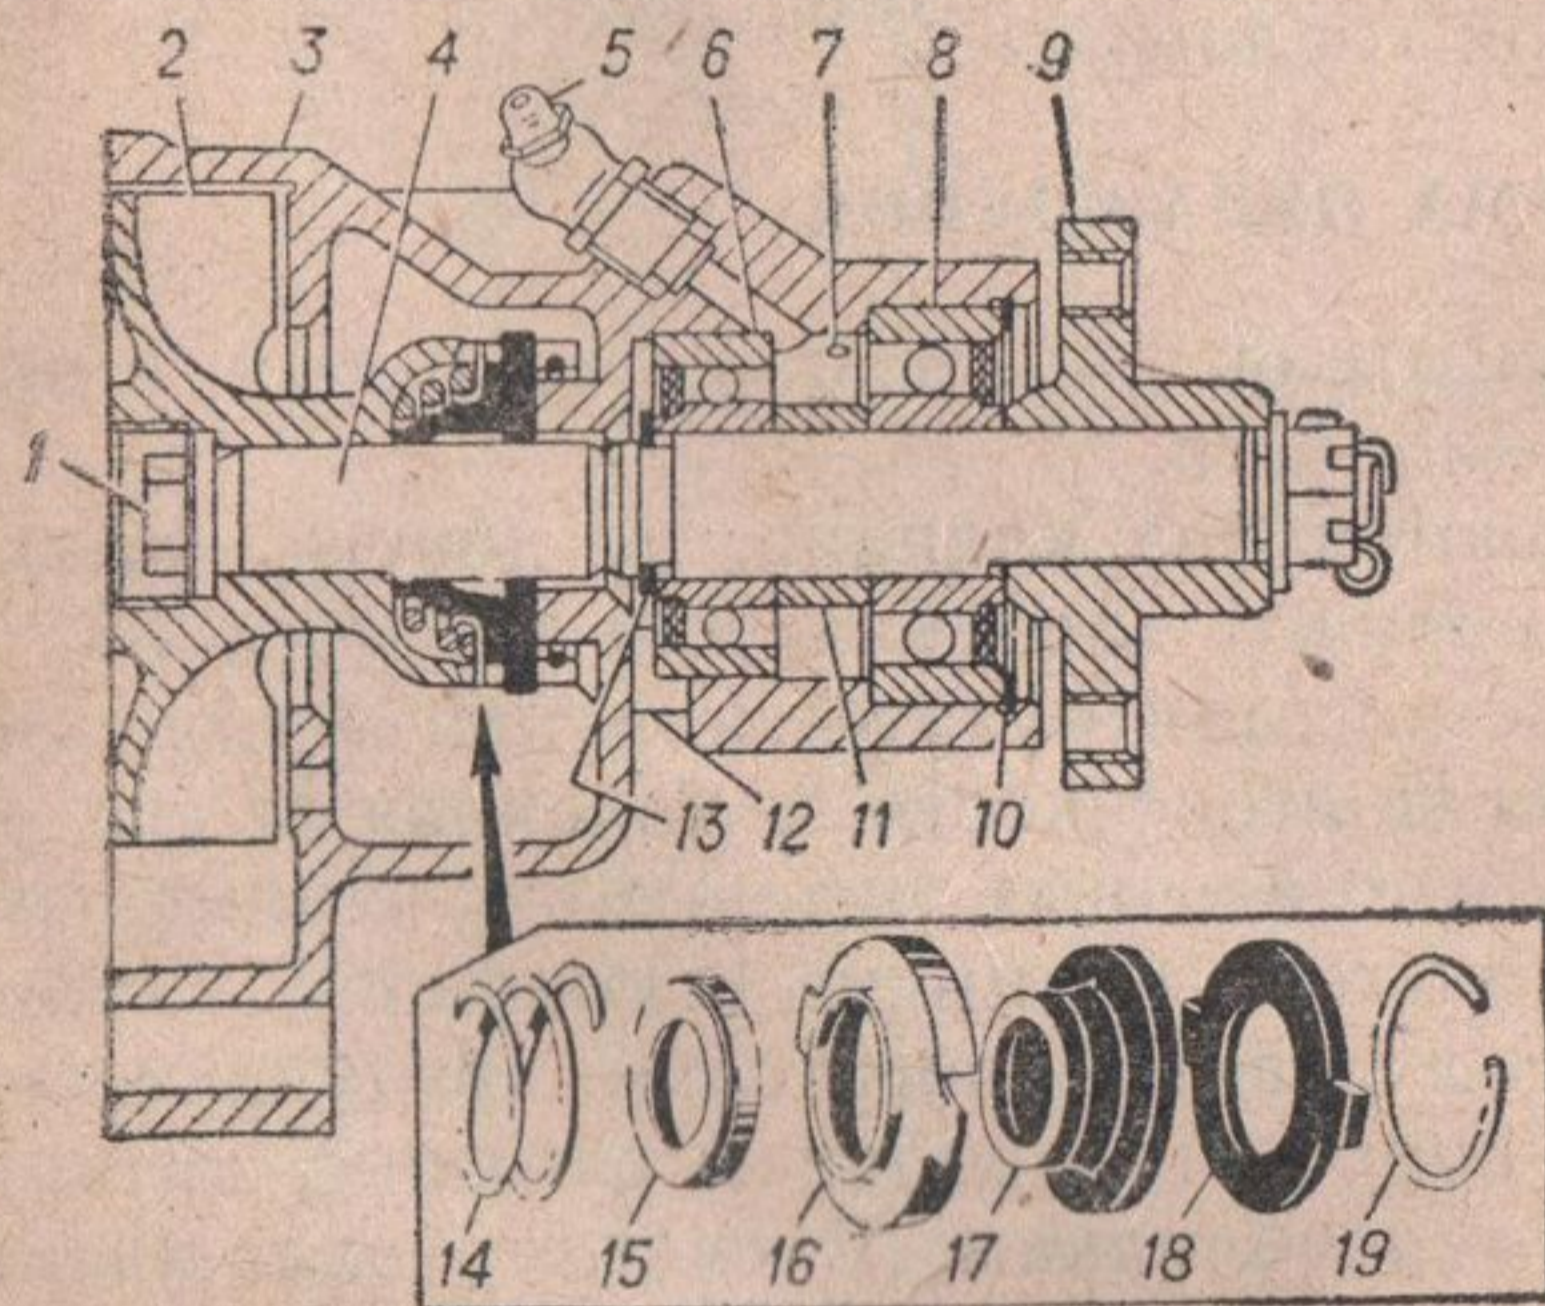

Рис. 8. Водяной насос:
**Водяной насос** центробежного типа (рис. 8). Для уплотнения насоса служит самоподтягивающийся сальник с пружиной.